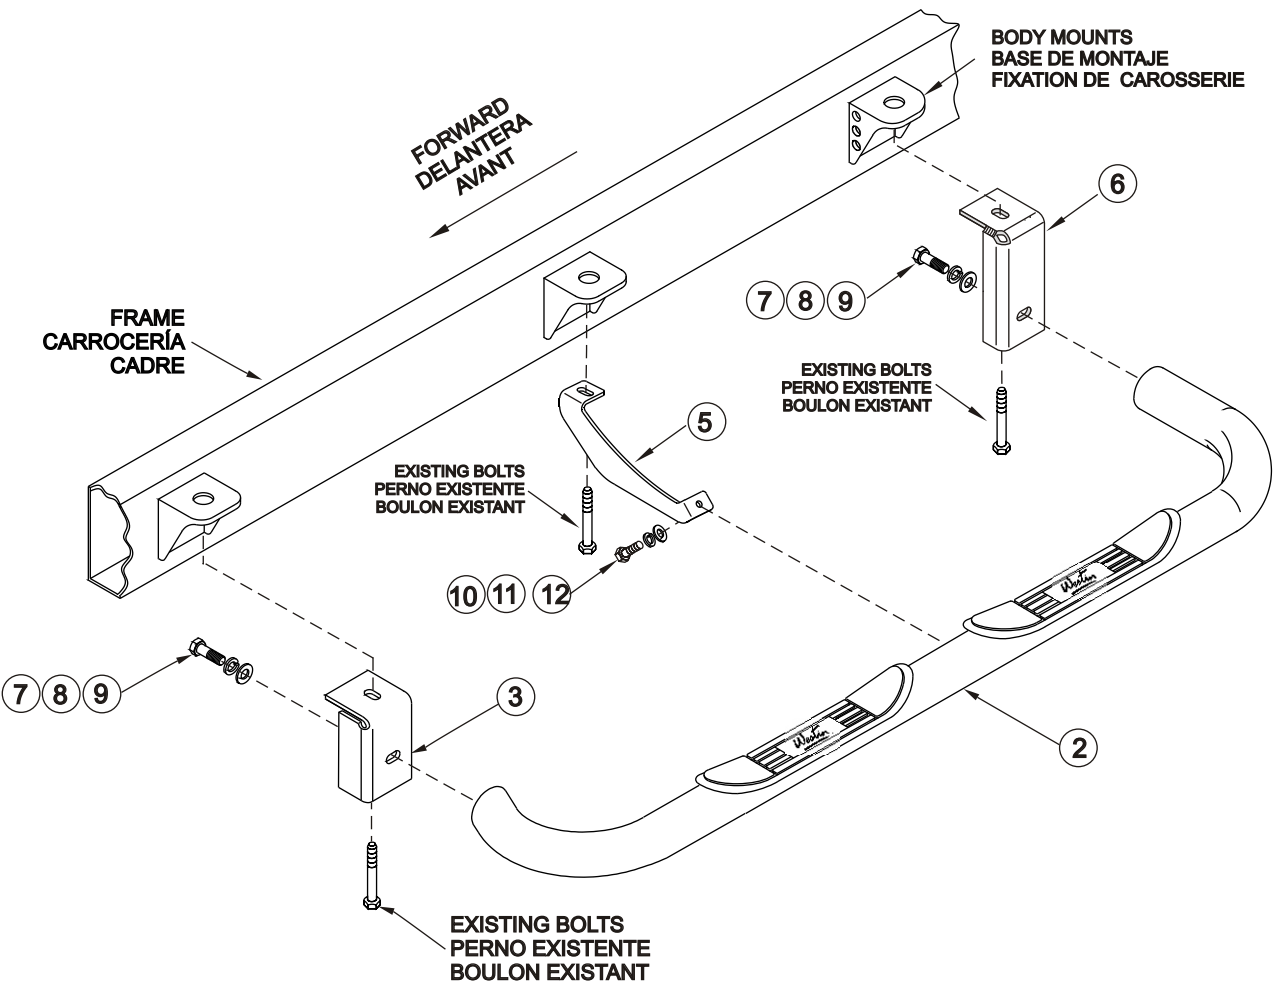

FIGURE 2 FIGURA 2 FIGURE 2
STEP 2. Remove driver side body mount bolts located under cab of vehicle. Attach front, center and rear brackets using factory bolts as shown. Leave loose. **NOTE:** Be sure to keep existing washer and rubber bushing in place. Refer to **FIGURE 2** for proper orientation of brackets.
- ETAPE 2.** Retirez les boulons de fixation de carrosserie, côté conducteur, situés sous la cabine du véhicule. Installez les supports avant, de centre, et arrière à l'aide des boulons d'usine tel qu'illustré. Ne pas serrer. **REMARQUE :** Assurez-vous de garder en place la bague de caoutchouc et la rondelle existantes. Consultez la **FIGURE 2** pour l'orientation des supports.